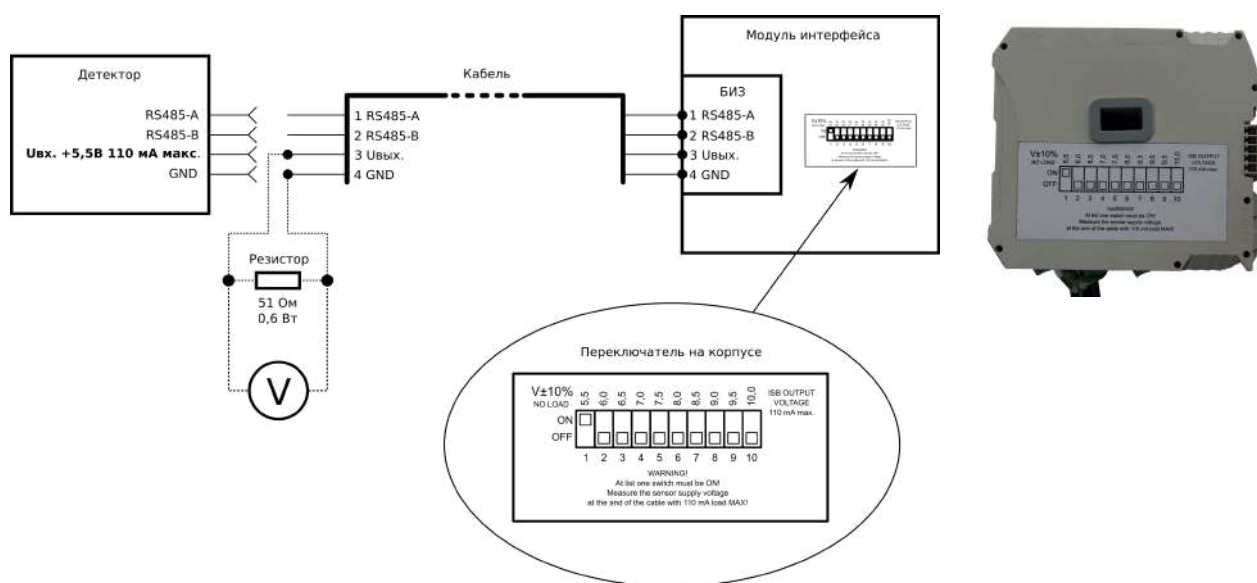

Рис.1. Расположение переключателей регулировки выходного напряжения на корпусе интерфейсного модуля
1. Убедиться, что только переключатель «1» на модуле интерфейса находится в положении «ON», см. рис. 1. Если это не так — привести переключатель в исходное положение.